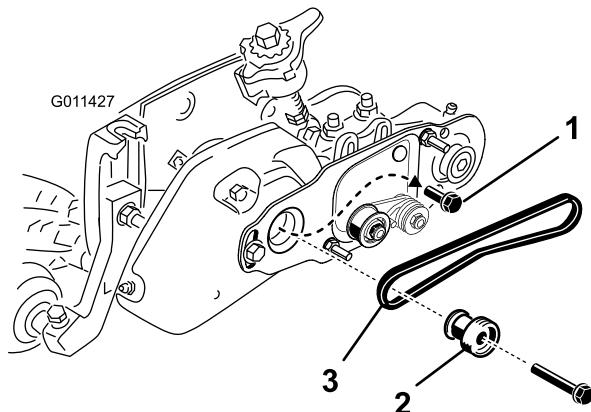

Рисунок 31
42. Отверните болт крепления шкива механической щетки к ведущему валу (Рисунок 31).
43. Вставьте ведущий шкив щетки в ведущий шкив механической щетки и в приводной вал (Рисунок 31). Убедитесь в том, что выступы шкива находятся в пазу приводного вала.
44. Нанесите состав Loctite на резьбовую поверхность болта с фланцевой головкой 3/8 x 2 дюйма. Прикрепите ведущий шкив к валу с помощью болта с фланцевой головкой (Рисунок 31). Затяните болт с моментом 34-40 фунт-футов.